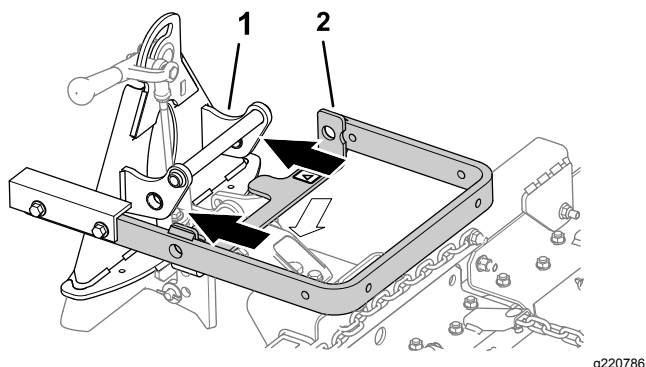
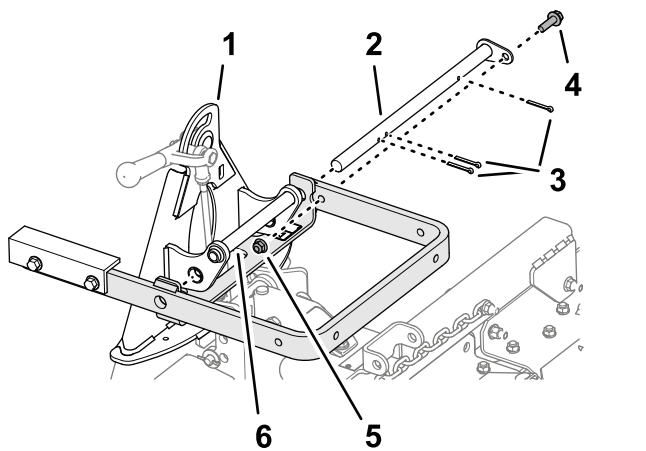

Figura 5
Figura 6
4. Alinhe o braço de elevação com o suporte no adaptador do acessório (Figura 5) e ligue-os utilizando barra articulada como ilustrado em Figura 6.
Nota: Ao mover o adaptador do acessório, utilize o manípulo fornecido na parte posterior do adaptador (Figura 5).
5. Prenda a barra articulada (Figura 6) com 3 contrapinos e um parafuso (3/8 x 1-1/4 pol.) e uma porca de bloqueio (3/8 pol.).